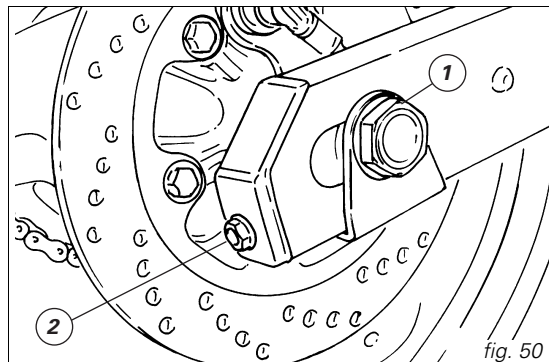

fig. 50
Per registrare la tensione allentare il dado (1, fig. 50) del perno ruota, avvitare della stessa entità in senso orario la vite (2) su entrambi i lati del forcellone per aumentare la tensione o svitare per diminuirla. In quest'ultimo caso è necessario spingere in avanti la ruota.